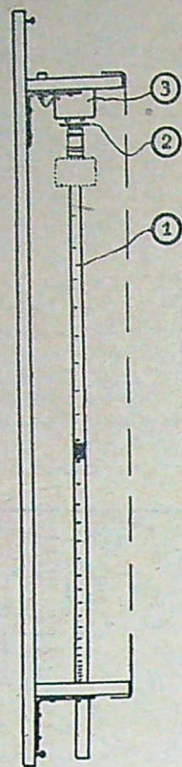

Fig. 1
Staven (1) i fig. 1, som i övre änden har en järnplatta, ankaret 2, hänger i elektromagneten 3, så länge denna får ström. Man håller handen löst kring den del av staven, som är nedanför den
se när staven faller. Skärmen kan bestå av en pappersremsa, som spänns från den övre hyllan till den nedre enligt den streckade linjen i fig. 1. Kopplingen i detta fall framgår av fig. 5.